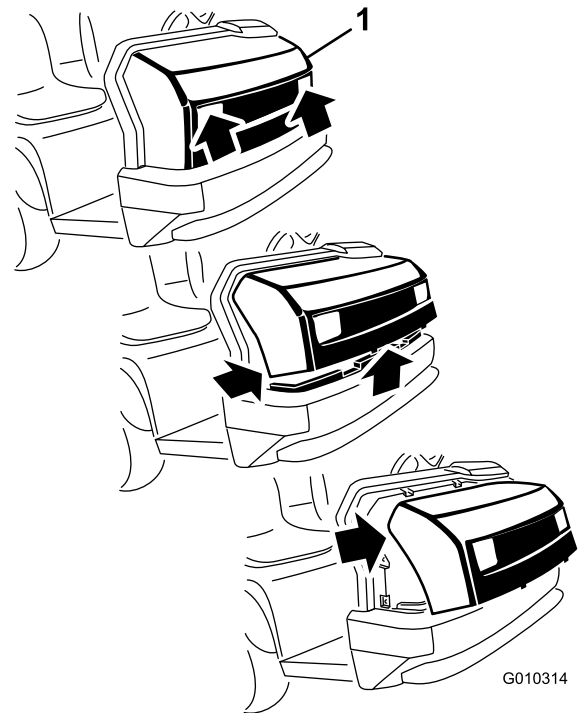

Bild 6
- 1. Fassen Sie die Motorhaube in den Scheinwerferöffnungen an und heben sie an, um die unteren Befestigungsnasen aus den Rahmenschlitz zu heben (Bild 6).
- 2. Drehen Sie die Unterseite der Motorhaube nach oben, bis Sie die oberen Befestigungsnasen aus den Rahmenschlitz ziehen können (Bild 6).
- 3. Drehen Sie die Oberseite der Motorhaube nach vorne und ziehen Sie die Kabelanschlüsse von den Scheinwerfern ab (Bild 6).